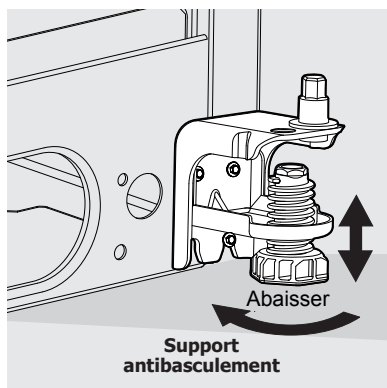

Figure 4 (quelques modèles)
- 4 Certains modèles sont équipés d'un support antibasculement (Figure 4). Abaissez-le dans le sens des aiguilles d'une montre.